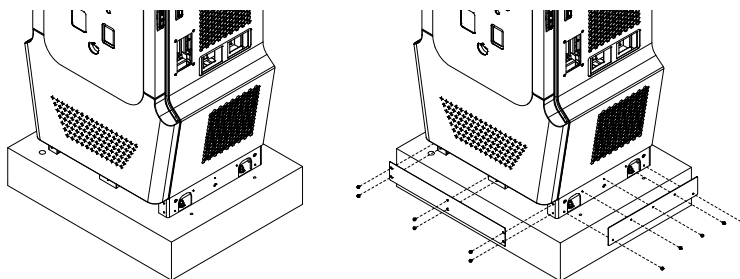

Figure 16. Installation du cache-socle
4) Fixer le cache-socle (dans le paquet d'accessoires) à l'EVSE. Voir la figure 16.